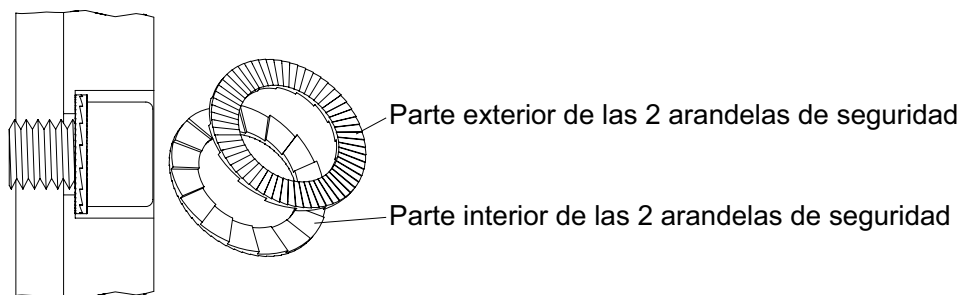

Fig. 5 Posición correcta de las arandelas de seguridad Nord-Lock®
**Presten atención a la orientación y a los pares de apriete correctos de las arandelas Nord-Lock® de acuerdo con la Fig. 5 y la tabla Pares de apriete de los tornillos Sulzer en acero inoxidable (1.4401/1.4571).**
- Colocar las arandelas de seguridad Nord-Lock® (7/106) con la orientación correcta (*ver Fig. 5*).